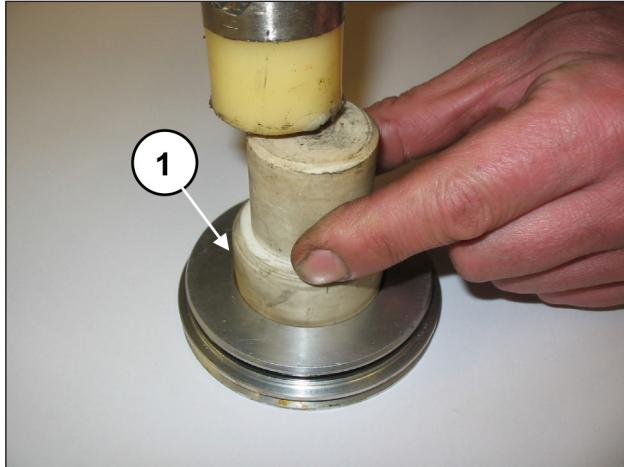
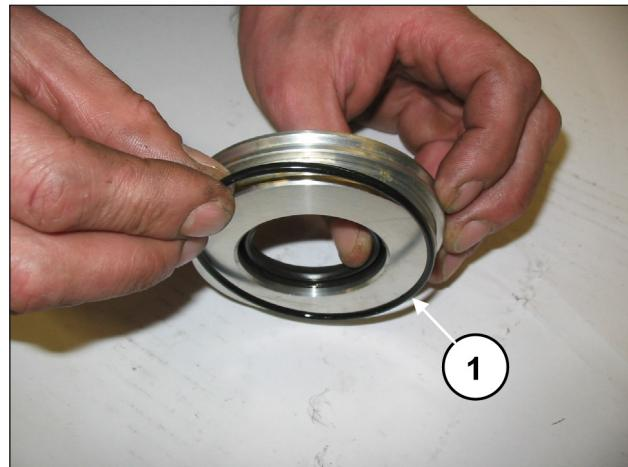

Рис. 5
Рис. 6
Снимите радиальное уплотнительное кольцо (поз. ①, Рис. 5) и внешнее уплотнительное кольцо O-ring (поз. ①, Рис. 6).